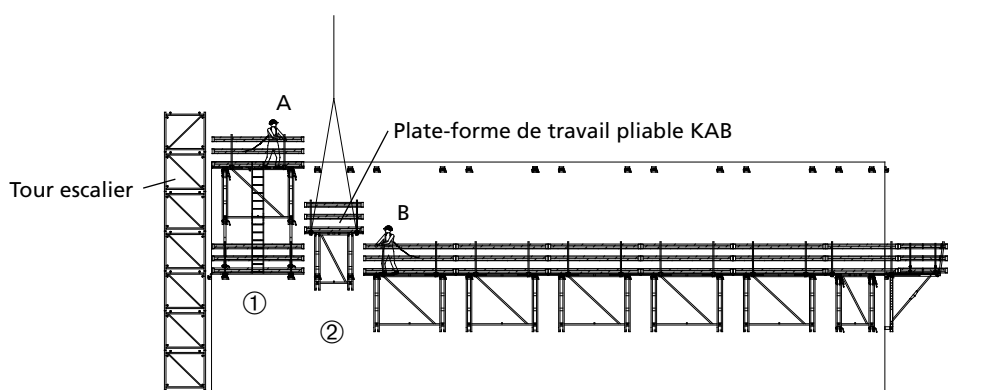

Fig. 31.1
9. Lever et accrocher la plate-forme KAB ② à l'aide de la grue (fig. 31.1).